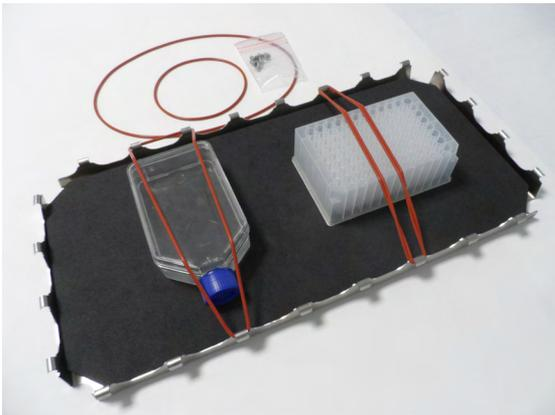

图 94: 包含已安装的容器和 O 形密封圈的 multifunctional 托盘
1. 将多功能托盘 ② 放在平台上。
3. 使用多功能托盘随附的螺钉 ③ 拧紧多功能托盘。
4. 将橡胶垫 ① 放入托盘 ②。
5. 将瓶放在托盘上用随附的 O 形密封圈 ④ 固定, 如图 94 所示。